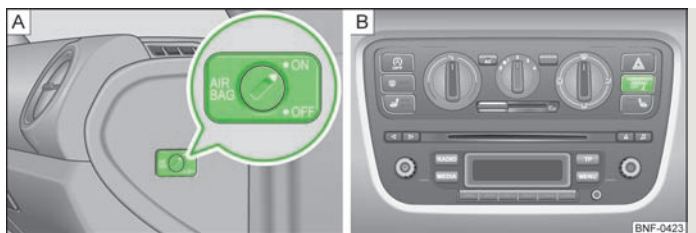

Fig. 85 Interruttore a chiave/Spia di controllo
- » L'airbag disabilitato viene segnalato tramite l'accensione della spia di controllo **PASSENGER AIR BAG OFF** **!**; nella parte centrale della plancia portastrumenti » [fig. 85 - \[B\]](#).
- Ruotare con la chiave la fessura nell'interruttore a chiave, portandola in posizione **OFF** » fig. 85 - [A].
- Verificare se ad accensione effettuata si accende la spia di controllo **PASSENGER AIR BAG OFF** nella parte centrale della plancia portastrumenti » fig. 85 - [B].
- Ruotare con la chiave la fessura nell'interruttore a chiave, portandola in posizione **ON** » fig. 85 - [A].
- Verificare se ad accensione effettuata non si accende la spia di controllo **PASSENGER AIR BAG OFF** nella parte centrale della plancia portastrumenti » fig. 85 - [B].